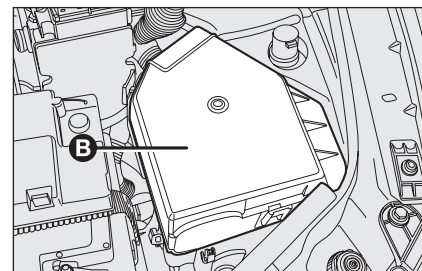

fig. 19
**ATTENTION** Pour accéder au couvercle porte-ampoules projecteur gauche (sens de marche) et effectuer le remplacement, il faut d'abord enlever le couvercle **B-fig. 19** de protection de la centrale des fusibles compartiment moteur.